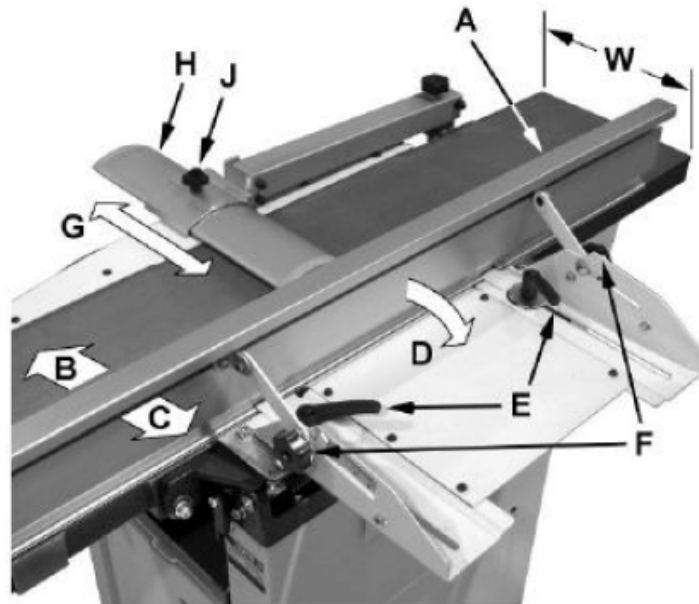

Abbildung 7
Siehe Abbildung 7:
6. Heben Sie den Einlegetisch (G) an, bis er das Lineal (D) berührt. Das Haarlineal sollte auf beiden Tischen waagerecht liegen. Bringen Sie das Lineal wie in Abbildung 7 gezeigt an die Rückseite des Auslaftisches und führen Sie denselben Test durch. Wenn das Lineal nicht waagerecht liegt, muss die Vorder- oder Rückseite eines der Tische angepasst werden, damit die Tische koplanar sind.